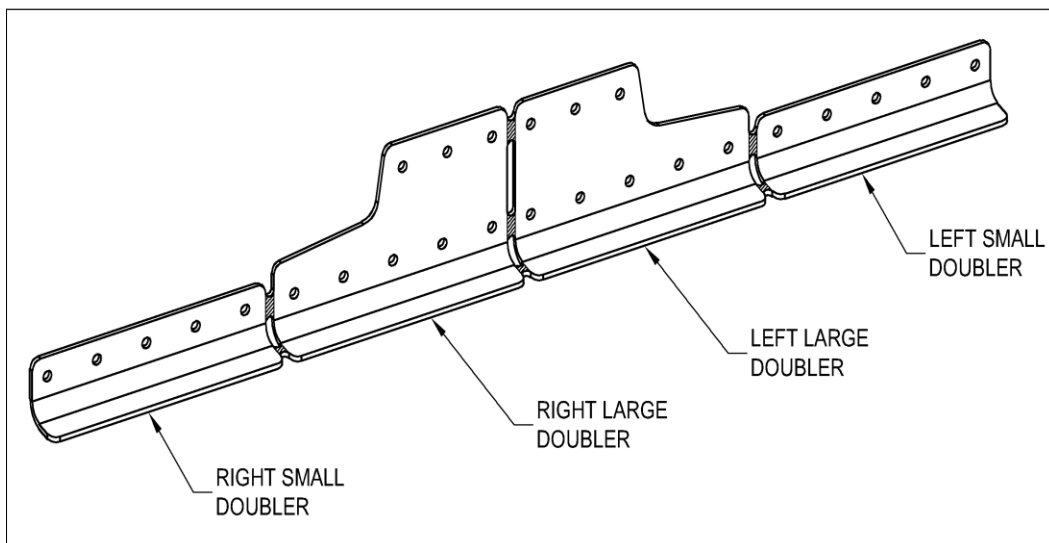

FIGURA 10: SEPARAR O “AILERON ATTACH DOUBLER”
Passo 15: Etiquetar, em seguida separar o “Aileron Attach Doubler” em partes individuais, removendo as áreas sombreadas, mostradas na Figura 10.